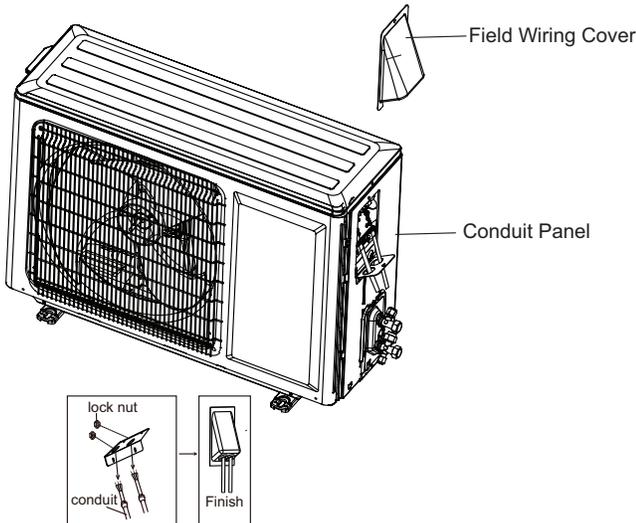

Fig. 16 – Field Wiring
4. Connect conduit to the conduit panel. (See Fig. 16)